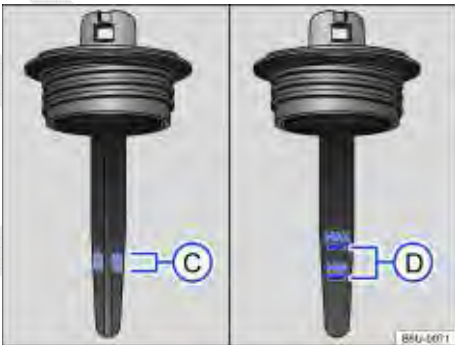

Fig. 112 Marcações para controle do nível do fluido da direção hidráulica.
- Retirar a tampa do reservatório e limpar a haste de medição ⇒ Fig. 112 sob a tampa com um pano limpo ⇒ ⚠.
- Retirar a tampa do reservatório e limpar a haste de medição ⇒ Fig. 112 sob a tampa com um pano limpo ⇒ **A**.